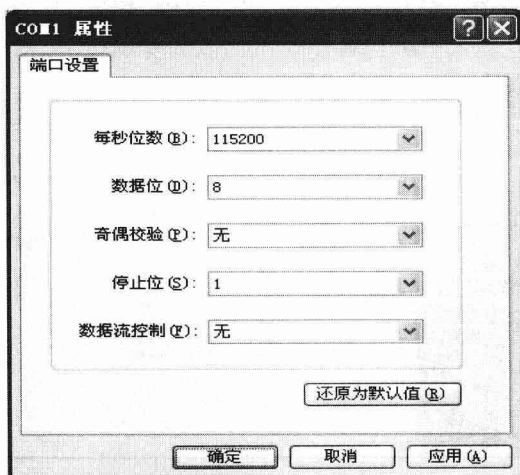

图 1-5 设置串口的通信参数
④ 设置 COM1 的各项参数分别为 115200、8、无、1、无，如图 1-5 所示。